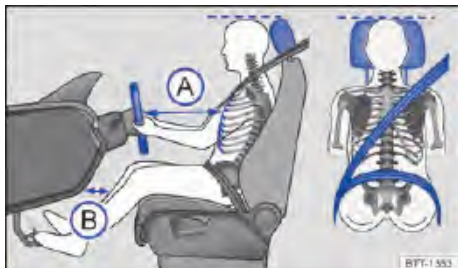

Fig. 23 Distancia correcta del conductor con relación al volante, posición correcta de la banda del cinturón de seguridad y ajuste correcto del apoyacabezas.
- Ajustar el asiento de modo que la distancia entre el volante y el tórax sea como mínimo de 25 cm → **fig. 23 (A)** y que el conductor pueda sujetar el volante del borde exterior con las dos manos y los brazos ligeramente flexionados.
- Ajustar el asiento del conductor de manera longitudinal para que los pedales se puedan accionar con las piernas ligeramente dobladas y la distancia de la zona de la rodilla con el tablero de instrumentos sea de al menos 10 cm → **fig. 23 (B)**.
- Ajuste el apoyacabezas para que su borde superior se encuentre preferentemente en la misma línea de la parte superior de la cabeza → **fig. 23** – pero no por debajo de la altura de los ojos. Posicionar la parte posterior de la cabeza lo más cerca posible del apoyacabezas.